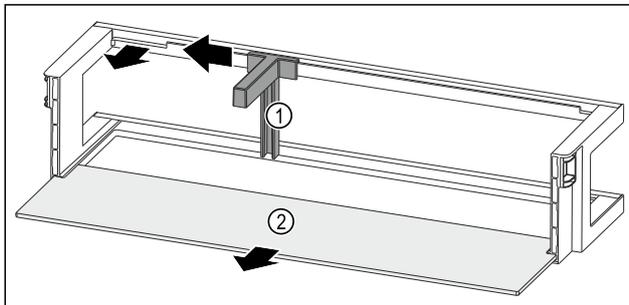

Fig. 111 Türabsteller mit Flaschenhalter und Abstellfläche
- ▶ Flaschenhalter Fig. 111 (1) bis zur Aussparung zur Seite schieben.
- ▶ Flaschenhalter Fig. 111 (1) entnehmen.
- ▶ Abstellfläche Fig. 111 (2) entnehmen.